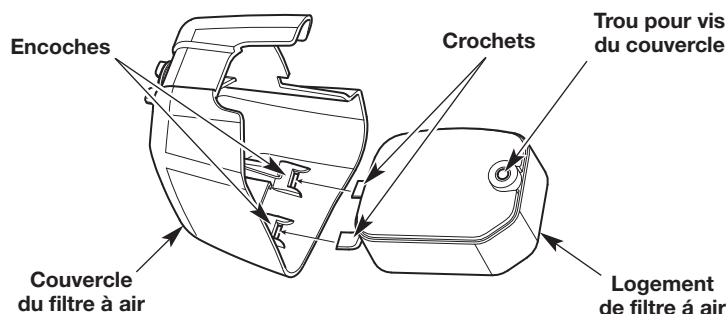

Fig. 24
7. Insérer les crochets sur le boîtier du filtre à air en fonction des encoches de son couvercle (Fig. 24).
8. Basculer le couvercle du filtre à air vers la droite et aligner la vis du couvercle avec le trou de la vis (Fig. 24). Serrez la vis du couvercle, de manière à immobiliser le couvercle du filtre à air.